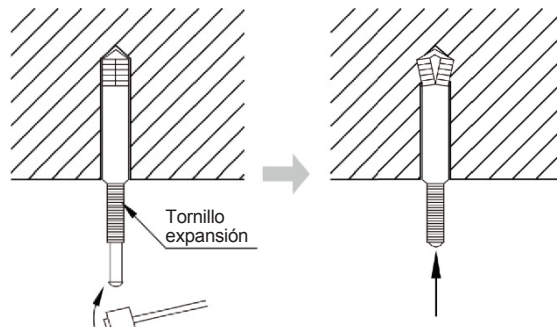

Fig. 4.1.4
- 2) Inserte el perno de expansión M10 en el orificio y golpéelo con un martillo, como se muestra en la Fig. 4.1.4.